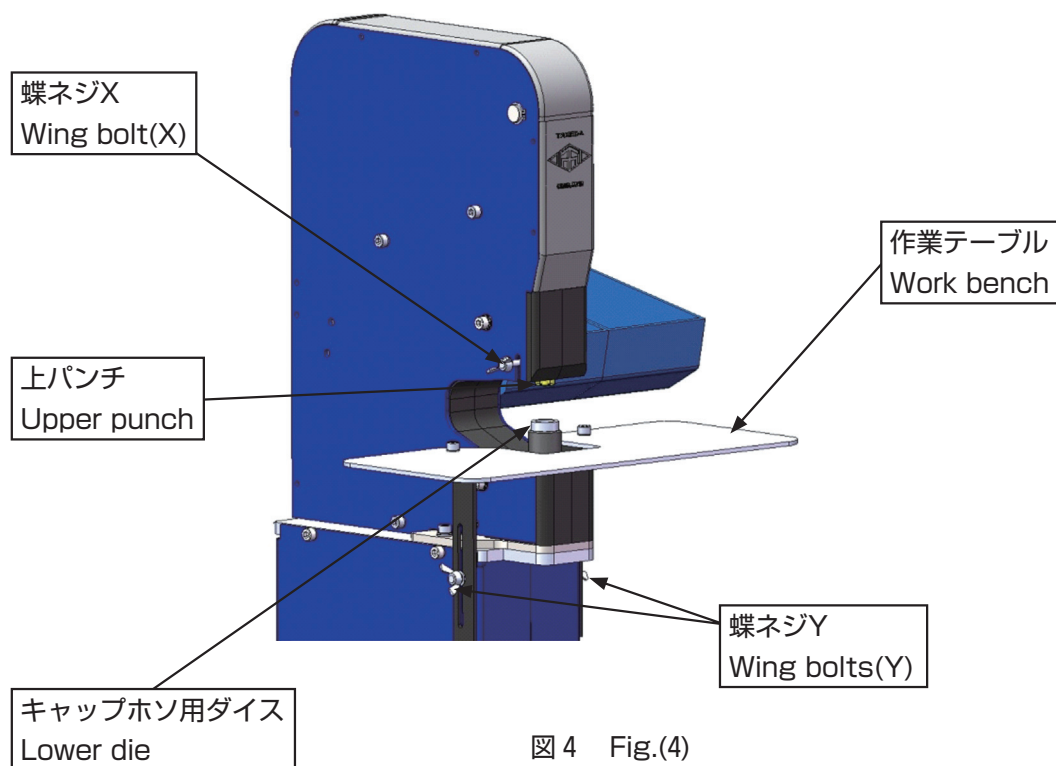

図4 Fig.(4)
- (1) 図4のように上パンチを当りまで差し込んで、蝶ネジXを締めつけて、固定してください。キャップホソ用ダイスは本体のセット孔に落とし込みます。
- (2) 作業テーブルを調整する場合、蝶ネジYを2ヶ所緩めると、作業テーブルが上下に可動できるようにしますので、任意の位置で固定してください。